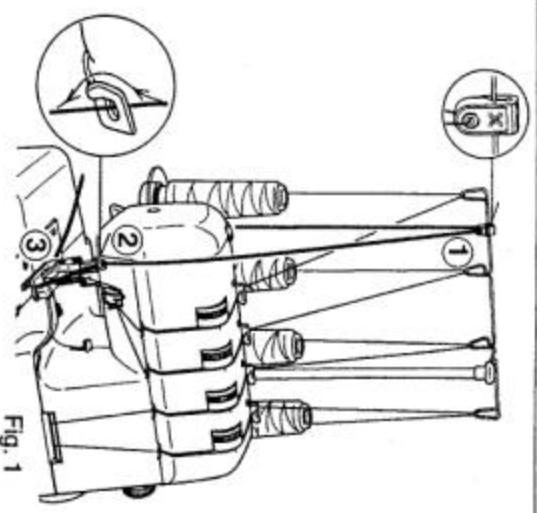

Fig. 1
1. Klik de extra, koordgeleider op de garenstandaard-antenne zoals afgebeeld. (Fig. 1.)
2. Plaats een koordje van katoen, elastiek, of wollen draad, aan de achterzijde van de machine op de tafel. Geleid het koordje door de extra koordgeleiders (1) en (2) en daarna door de linker naaldraadgeleider (3). Zie Fig. 1.